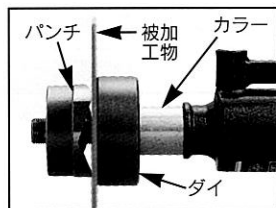

図2
3. 本体にセットボルトをねじ込み、カラー→ダイ→被加工物の順に挿入し、パンチをねじ込んでください。（図2）